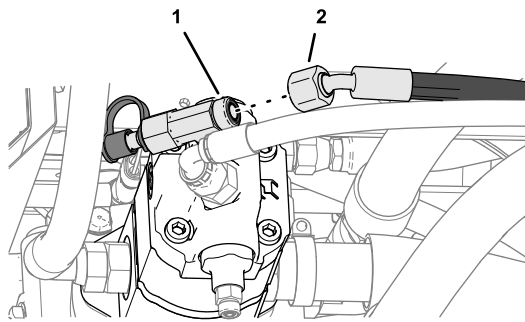

**Figure 132**
1. Déposez le joint torique qui se trouve sur le raccord en T à l'extrémité de la pompe hydraulique (Figure 132).
2. Posez un nouveau joint torique 12,4/1,8 mm dans la rainure du raccord en T (Figure 132).